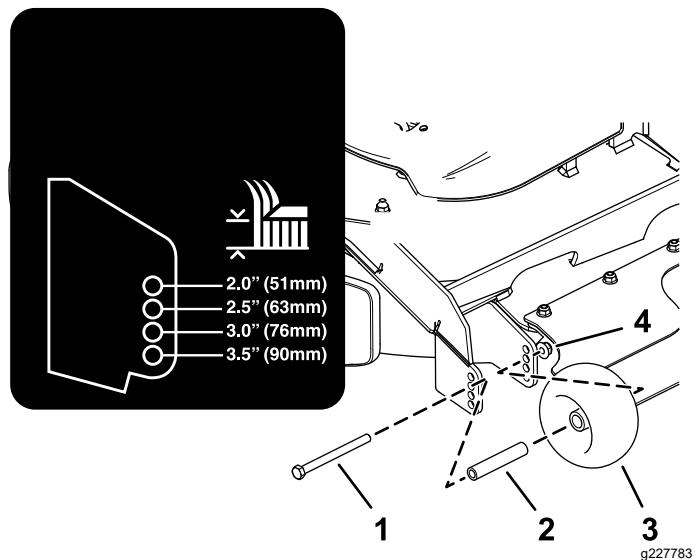
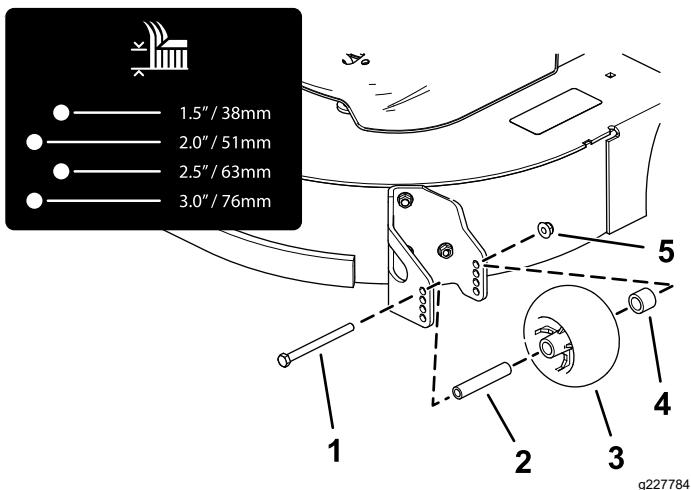

**Рисунок 27**
**Рисунок 29**
4. Відрегулюйте антиобдирні ролики, як показано в Рисунок 26, Рисунок 27, Рисунок 28, та Рисунок 29.